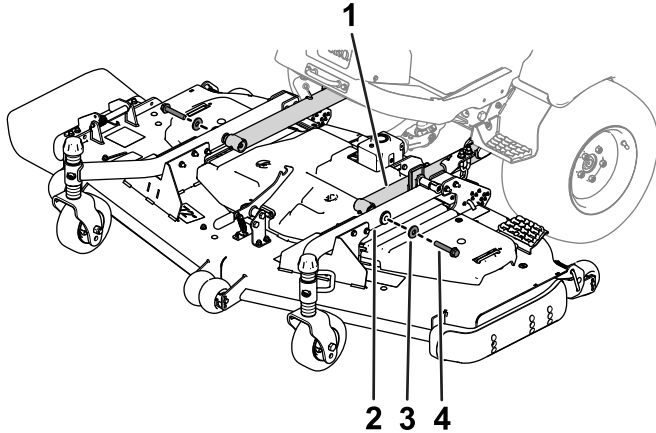

Bild 4
7. Verwenden Sie zwei Sechskantschrauben und zwei Unterlegscheiben, um die Laufradarme an den Hubarmen zu befestigen (Bild 4).